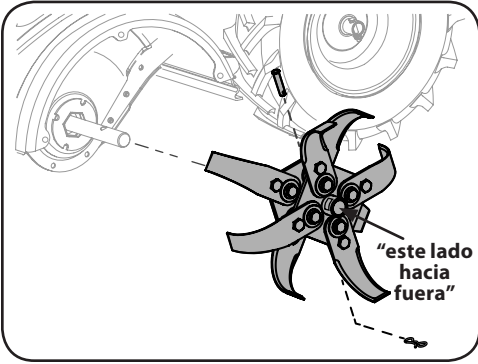

Figura 4-7
- 1. Saque la chaveta papion de la abrazadera clevis, y saque la abrazadera clevis abrochando el montaje de dientes a la transmisión. Saque el montaje del mango. Vea la Figura 4-7.